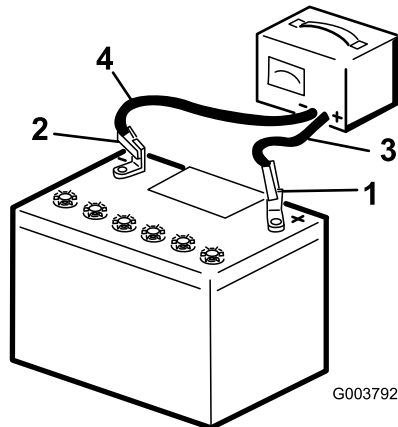

Figura 4
luego desconecte los cables del cargador de los bornes de la batería (Figura 4).
3. Cargue un cargador a la batería (Figura 4) y cárguela durante al menos 1 hora a 6 – 10 amperios. No sobrecargue la batería.